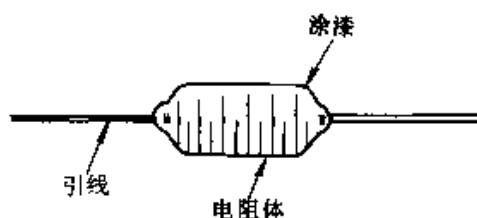

图 3-93
⑤ 在自制电阻器上涂上一层清漆,以提高其绝缘性能和防潮能力,电阻器便制做完成了,其外形见图 3-93。